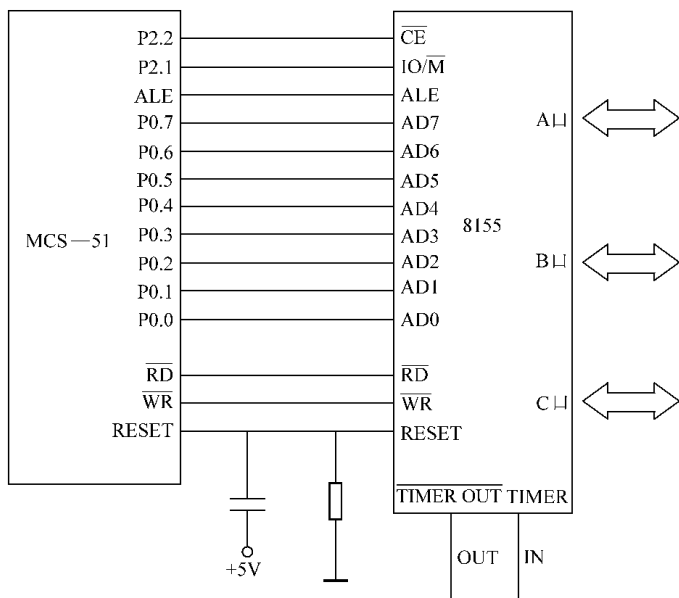

图 8-6 8155 接口电路
1. 从 8155 的 A 口输入数据，并进行判断。若 A 口读入数据不为 0，则将该数据存入 8155 的 RAM 中（从起始单元开始，数据总数不超过 256 个），同时从 B 口输出，并将 PC0 置 1；若 A 口读入数据为 0，则停止输入数据，同时将 PC0 清 0。试编写程序。电路如图 8-6 所示。